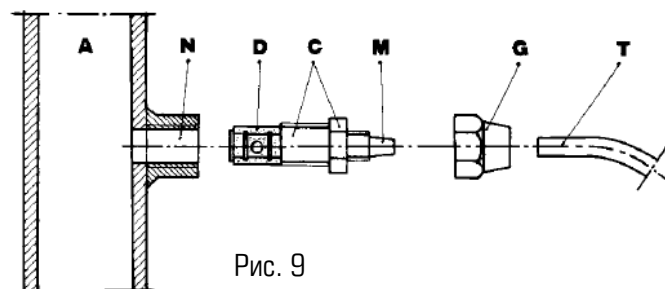

Рис. 9
g. — Выберите наиболее подходящее место для врезки в систему и установите в нем коннектор (или тройник) с внутренней резьбой 3/8" (BSPm). Данный коннектор (или тройник) не входит в комплект поставки насоса. Вкрутите в этот коннектор клапан впрыска реагента, как показано на рис. 9. Затем подсоедините шланг сброса к клапану впрыску и закрутите гайку **G**. В данной ситуации клапан впрыска реагента также выполняет функцию невозвратного клапана (посредством цилиндрической муфты, установленной на клапане впрыска, выполненной из эластомера Viton, входящей в стандартный вариант поставки насоса).
3.1. СХЕМА УСТАНОВКИ КЛАПАНА ВПРЫСКА (Рис.9)